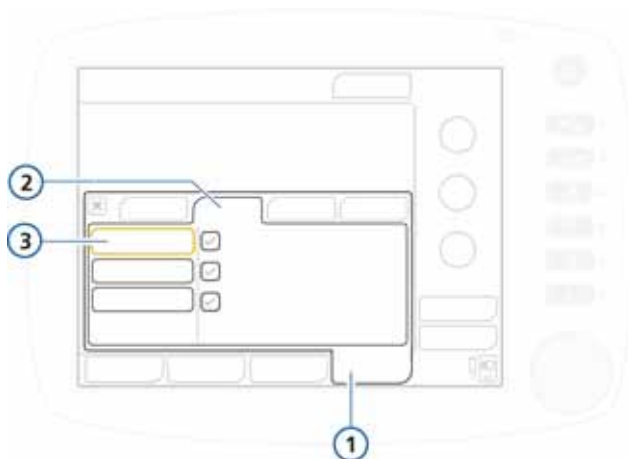

Рисунок 5-9. Окно «Тесты и калибр», тест на герметичность
2. В окне «Система» -> «Тесты и калибр» выберите «Герметич-ть». См. рис. 5-9.